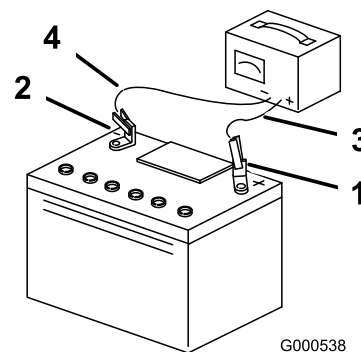

Figure 31
- Quand la batterie est chargée au maximum, débranchez le chargeur de la prise, puis débranchez les fils du chargeur des bornes de la batterie (Figure 31).